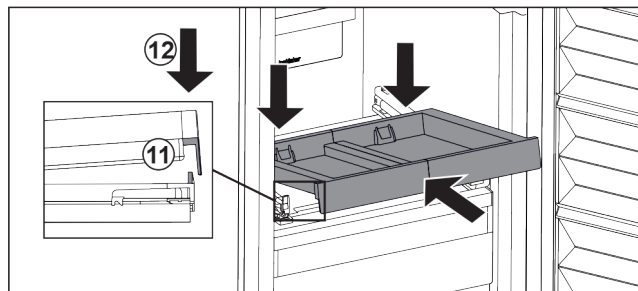

Fig. 88
- ▶ Zasuňte ju šikmo. Dbajte na to, aby sa na oboch stranách doraz nachádzal za sponou. Fig. 88 (11)
- ▶ Zložte vyťahovaciu poličku vpredu. Fig. 88 (12)